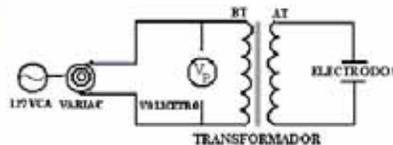

Figura 3.7 Dispositivo de ruptura de rigidez dieléctrica
- f) Con ayuda del profesor arme el dispositivo de la figura 3.7.